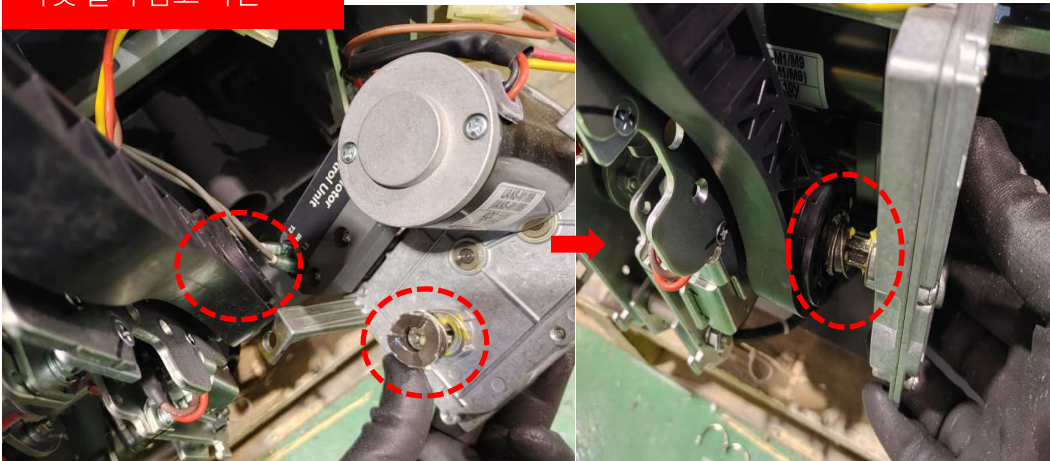

Fig. 6
6. 모터 Ratchet 방향을 숙지 후 핸들에 끼워주세요. [FIG 6]
6. Please check direction of the motor ratchet and insert it into the handle. [FIG 6]